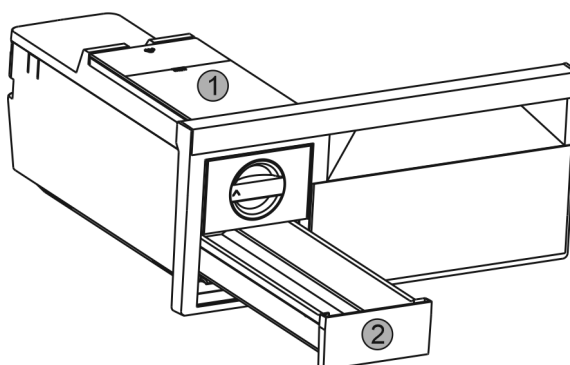

Fig. 37
- ▶ Wassertank *Fig. 37 (1)* und Eiswürfel-Schubfach *Fig. 37 (2)* entnehmen.